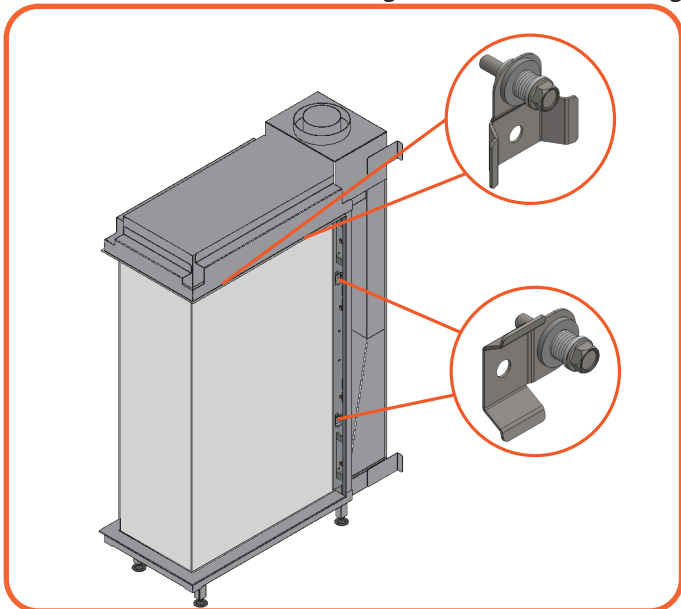

Abb. 9.6 Öffnen der Glasklemmen
- Öffnen sie die Glasklemmen an der Seite des Scheibe. (siehe **Abbildung 9.6**). Der sind zwei Klemmen pro Seite in der L und M Modelle, und 1 Klemme in der S Modelle.